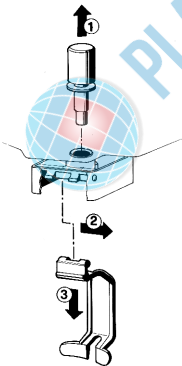

figure 4
8 **Robinet en inox à gravité:** défiler (1) le piston et démonter (2-3) le levier de débit robinet (voir figure 4).